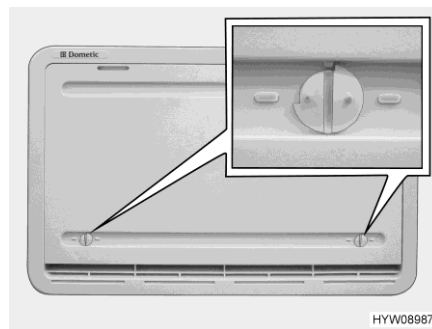

Fig. 238 Protection hivernale
Quand le réfrigérateur doit être utilisé à basses températures extérieures, le fabricant recommande d'employer une protection hivernale (Fig. 238) pour ses grilles d'aération du réfrigérateur.
- Ouvrir les deux dispositifs de verrouillage (Fig. 238) (la rainure est à l'horizontale).